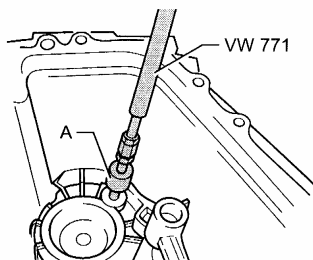

图 12-88 拉出小圆锥滚柱轴承外圈固定衬套
(1) 拉出小圆锥滚柱轴承的外圈固定衬套时使用内拉出器 A (12~16mm)，如图 12-88 所示。